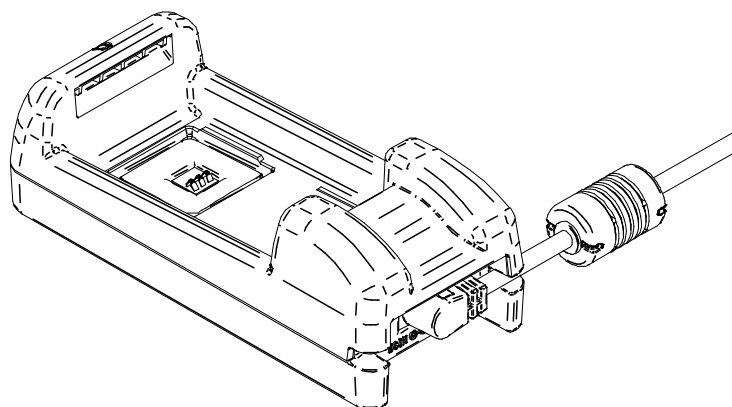

Figura 17-3 Fijación del cable de CA
- (1) Conecte el cable de CA al adaptador de CA.
- (2) Enchufe la clavija de CC del adaptador de CA al conector de alimentación del cargador de batería. Fije el cable del adaptador de CA a la ranura del cargador de batería tal como se muestra en la Figura 17-3. (Este cable puede fijarse tanto en la ranura izquierda como en la derecha).
- (3) Enchufe la clavija de CA del cable de CA a una toma de corriente. El LED del cargador de batería cambia de apagado a verde.